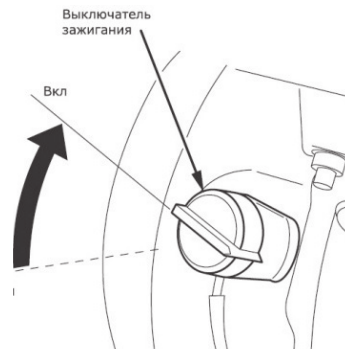

Рис. 6
- Поставьте выключатель зажигания в положение **«Вкл»** (Рис. 6);